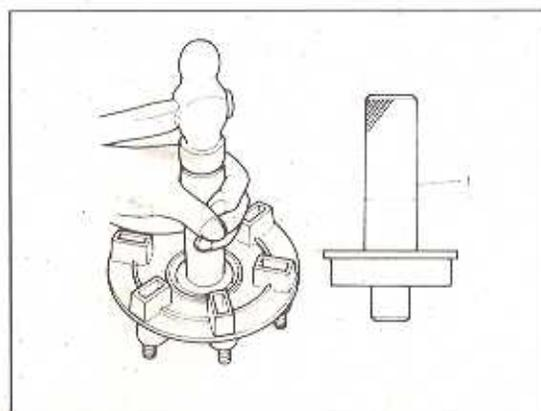

Bild 231
- Das Lager mittels passendem Dorn auspressen (Bild 231).